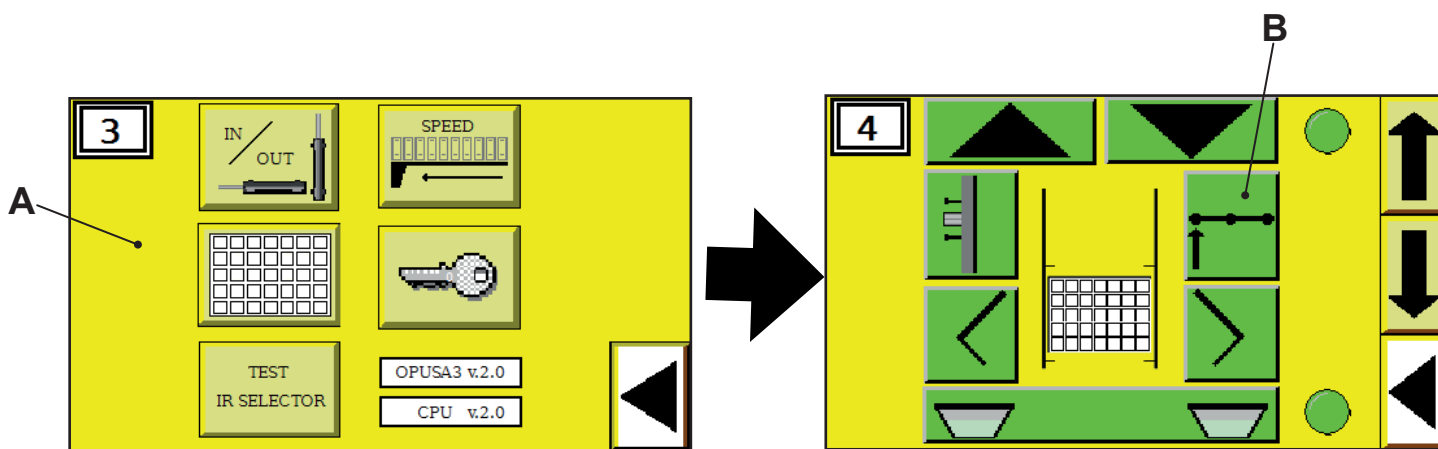

Fig. 1
- Attivare il caricatore tramite il pulsante di START (6).
- Portarsi sul MENU' PROGRAMMAZIONE, premere il pulsante (A) e si accede alla videata di (Fig. 1).
- Activate the loader with the START (6) button.
- Open the PROGRAMMING MENU, and press the key (A) to access the page (Fig.1).
- Activer le chargeur au moyen du bouton START (6).
- Aller sur le MENU PROGRAMMATION, appuyer sur le bouton (A) et vous accédez à l'écran (Fig. 1).